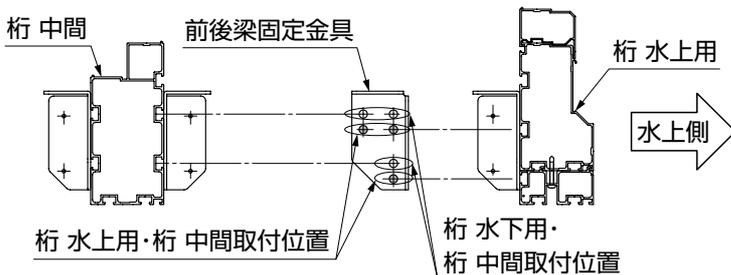

図8-7
- 前後梁固定金具の取付け位置が異なりますのでご確認ください。(図8-7参照)